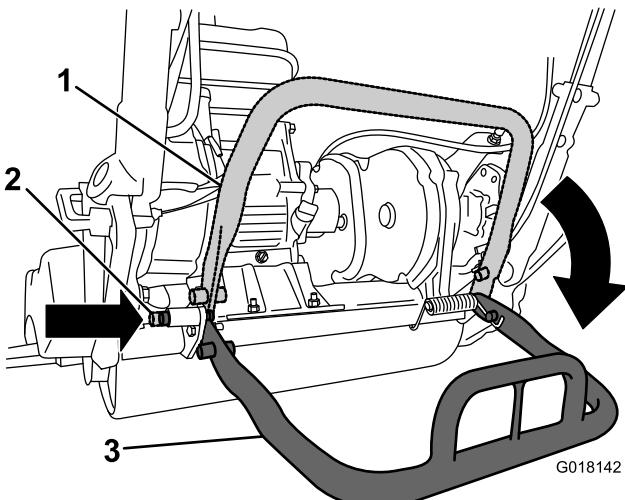

Figure 21
- Pour éviter que la machine ne bascule en arrière quand vous déposez le cylindre, abaissez la béquille et enfoncez la goupille de blocage pour la verrouiller en position de fonctionnement (Figure 21).